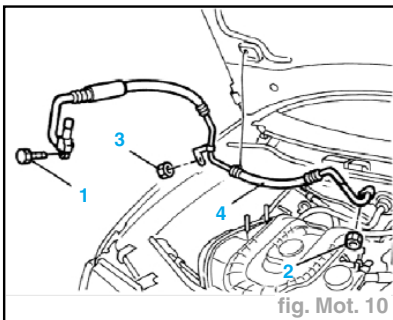

fig. Mot. 10
- Dévisser la vis (1) fixant le tuyau de fluide réfrigérant pour climatisation au compresseur (fig. Mot. 10).